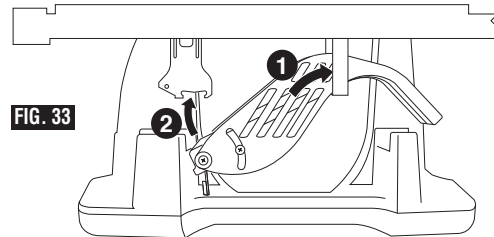

FIG. 33
1. Deslice el ensamblaje del protector de barrera principal (en posición invertida) hacia arriba y de vuelta al interior del soporte en U ubicado en el lado trasero derecho de la sierra (Fig. 33).